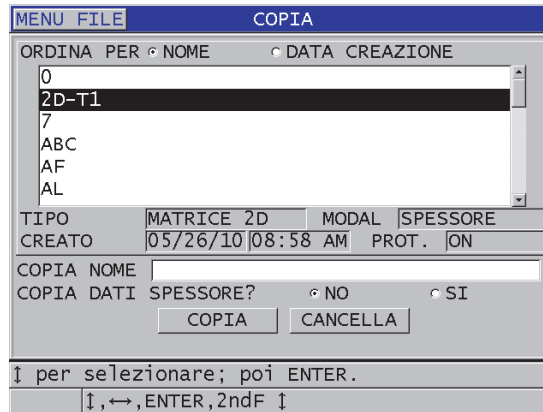

Figura 11-17 Copia di un file
3. Nella schermata **COPIA** (vedi Figura 11-17 a pagina 216):